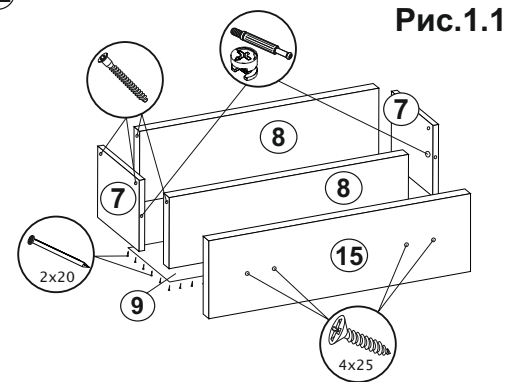

Рис. 1.1
- Произвести сборку ящиков: соединить детали ящика (7,8) еврошурупами. Замерить диагонали ящиков (они должны быть равны: ± 2 мм) и прибить ДВП (9) гвоздями 2x20 (рис. 1.1).
- Прикрутить ручки к створкам (15) шурупами 4x25. Установить створки (15) на собранные ящики с помощью эксцентриков (рис. 1.1).
- К собранным ящикам прикрутить ответные части направляющих (снизу деталей ящика (7)) шурупами 4x16 (рис. 1.1). Вставить ящики.